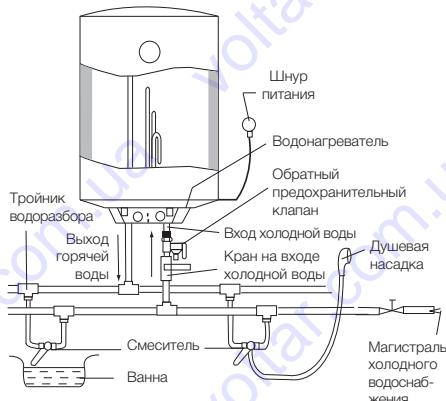

Рис. 4
4. Если необходимо реализовать многофункциональную систему водоснабжения, используйте способ соединения (см. рис. 4).